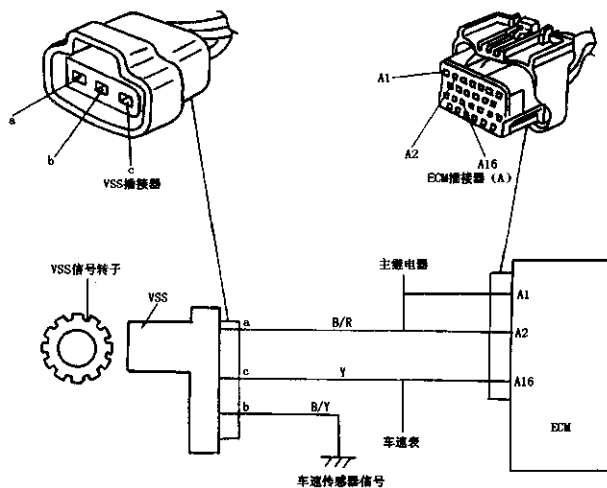

图 2-88 车速传感器信号电路
(5) 车速传感器信号电路,如图 2-88 所示。
① 检查时,断开点火开关,拆下车速插接器。